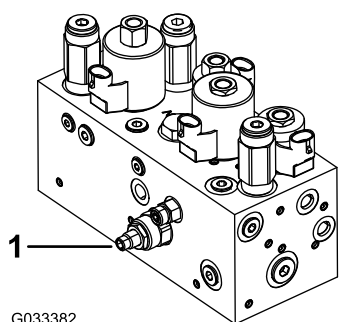

図 49
本機のカッティングユニット昇降回路にはフローコントロールバルブ 図 49 が付いています。このバルブは出荷時に約3 回転の開度に調整されていますが、作動油の温度、作業速度などにより調整が必要になる場合があります。以下の手順で調整します
1. 運転席を上げ、センタープルフレーム用フローコントロールバルブ 図 49 を露出させる。バルブは油圧マニホールドの側面についている。